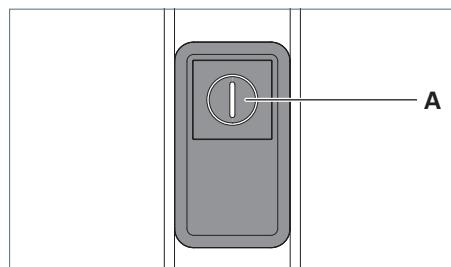

Fig. 18: Élément de commande.
- ▶ Appuyez sur la touche **A** sept fois de suite rapidement, voir Fig. 18.
- ▶ Appuyez sur la touche **A**, voir Fig. 18.
- ▶ Appuyez sur la touche **A** et maintenez-la enfoncée, voir Fig. 18.